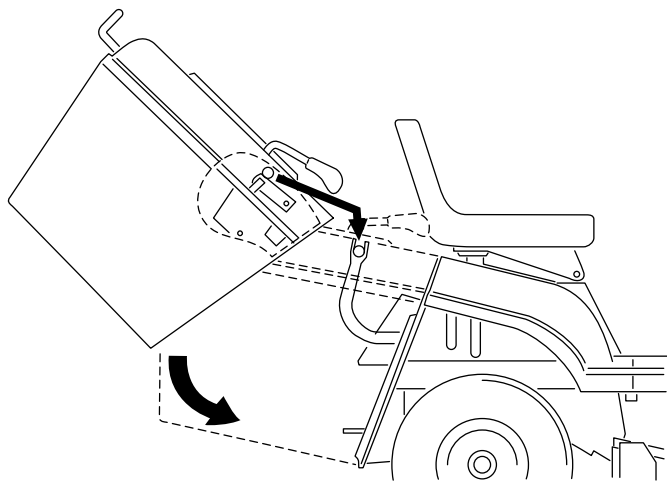

Figure 37
1. Tenez le bac des deux mains et basculez-le en avant (Figure 37).
2. Inclinez le bac en avant d'environ 40 degrés et glissez le sur les deux supports à l'arrière de la machine (Figure 37).